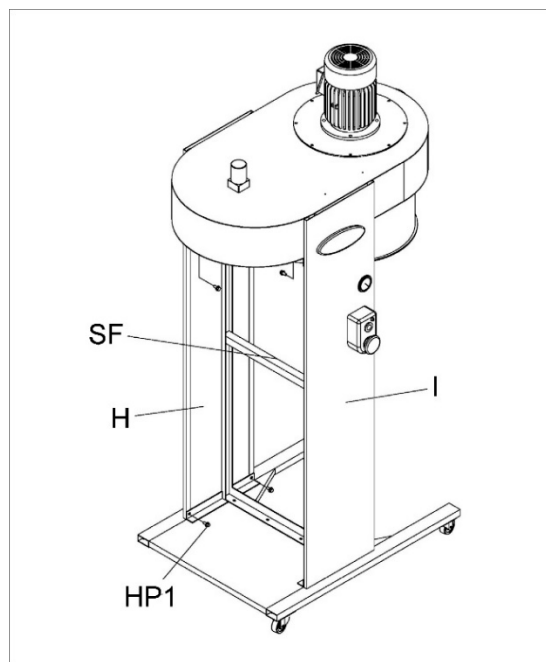

Рисунок 6
5. Прикрепите левую панель (I, Рис. 6) и правую панель (H) к раме (SF) с помощью болтов (HP1). ПРИМЕЧАНИЕ: Пропустите провода переключателя через верхнюю часть основного узла, прежде чем затягивать винты на левой панели.